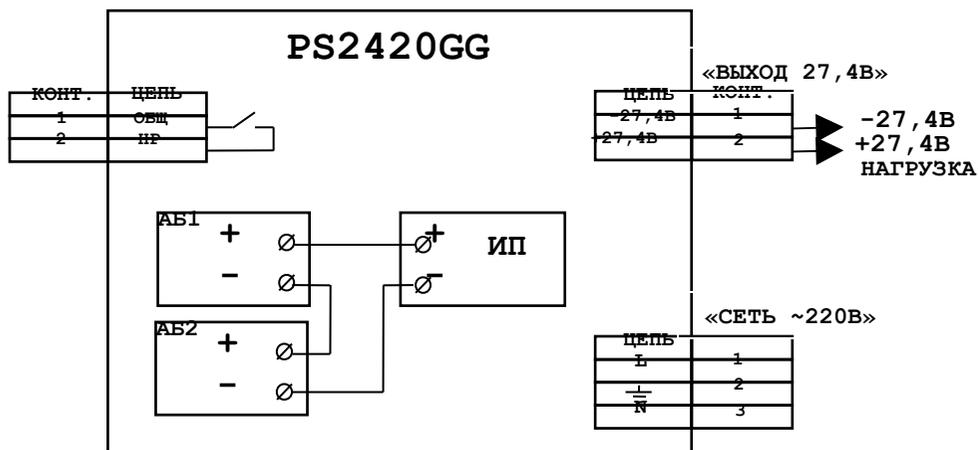

Рисунок 2
6.2 Подключение внешних цепей осуществлять в соответствии со схемой подключения ИЗДЕЛИЯ (см. рисунок 2) и маркировкой на корпусе.